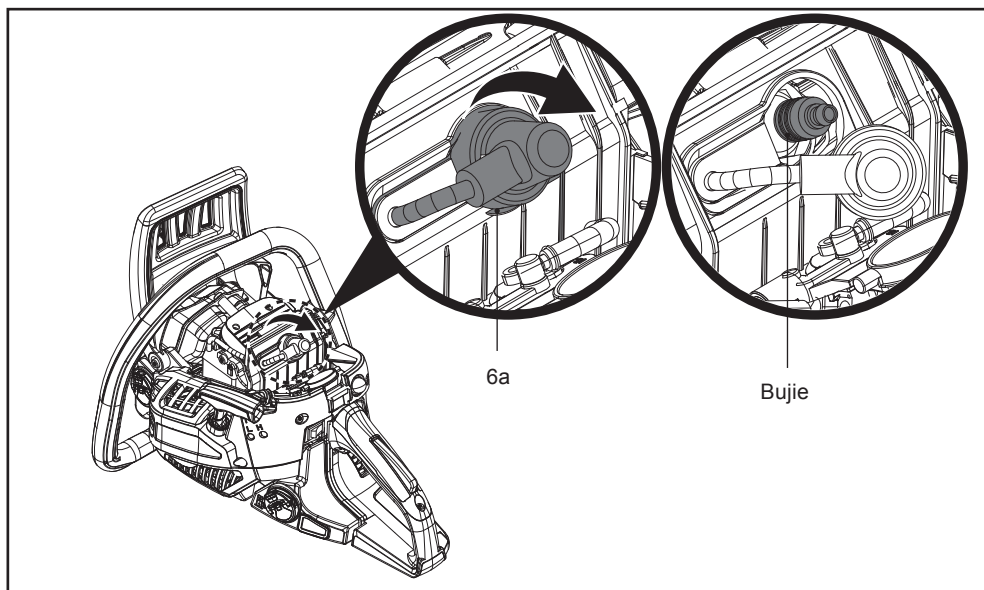

Fig. 47
1. Trage de pârghia de blocare de pe capacul superior (6) și scoate-l.
3. Debranșează conectorul bujiei (6a) (Fig. 47).
4. Slăbește bujia rotind-o în sens antiorar cu unealta multifuncțională (24) și scoate-o cu grijă.